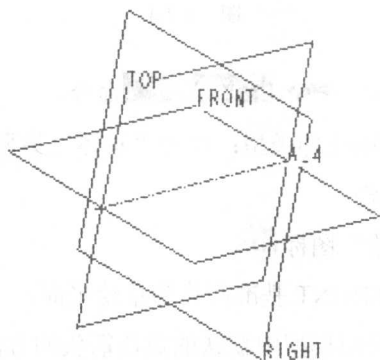

图 1.2.2
Step2. 创建如图 1.2.2 所示基准轴 A_4, 相关操作如下。